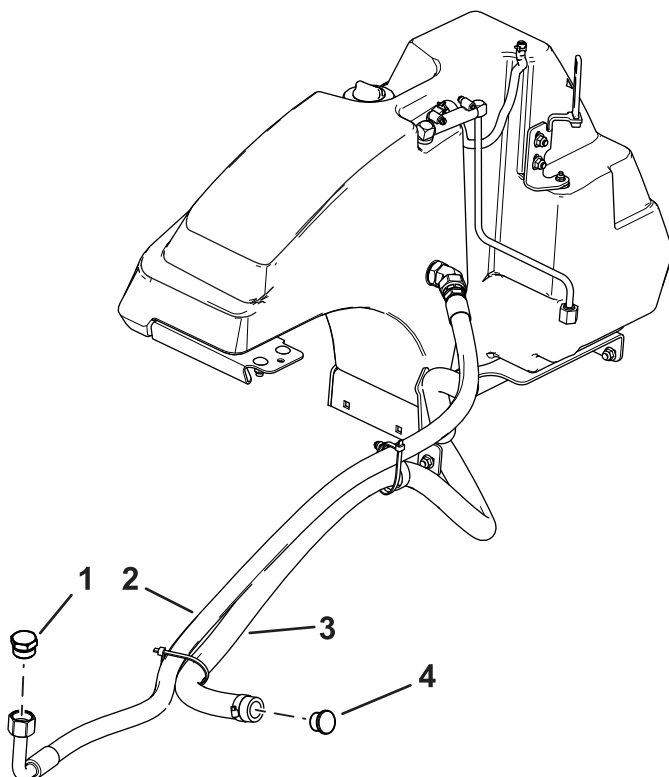

Figure 20
1. Lorsque vous déposez la brosse, placez l'obturateur en métal au bout du flexible hydraulique latéral et l'obturateur en plastique dans le flexible à crépine. Voir Figure 20.